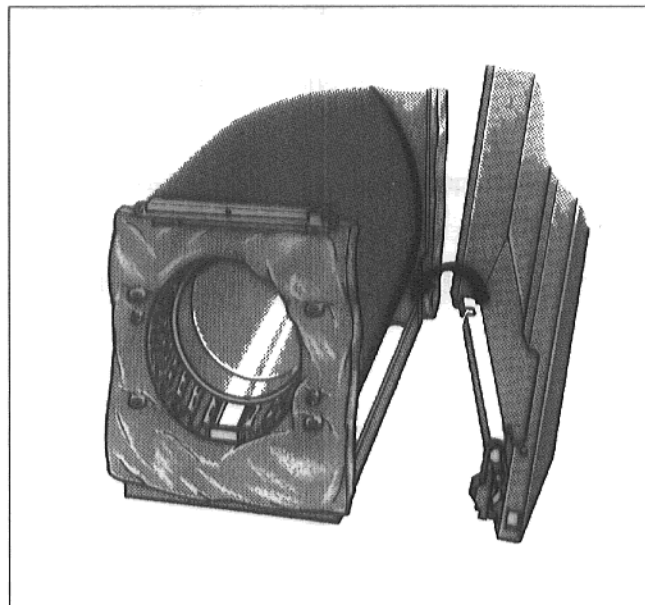

Fig. 11
- Insérer les rebords inférieurs des faces latérales droite et gauche dans la cornière du châssis de chaudière (Fig. 11).